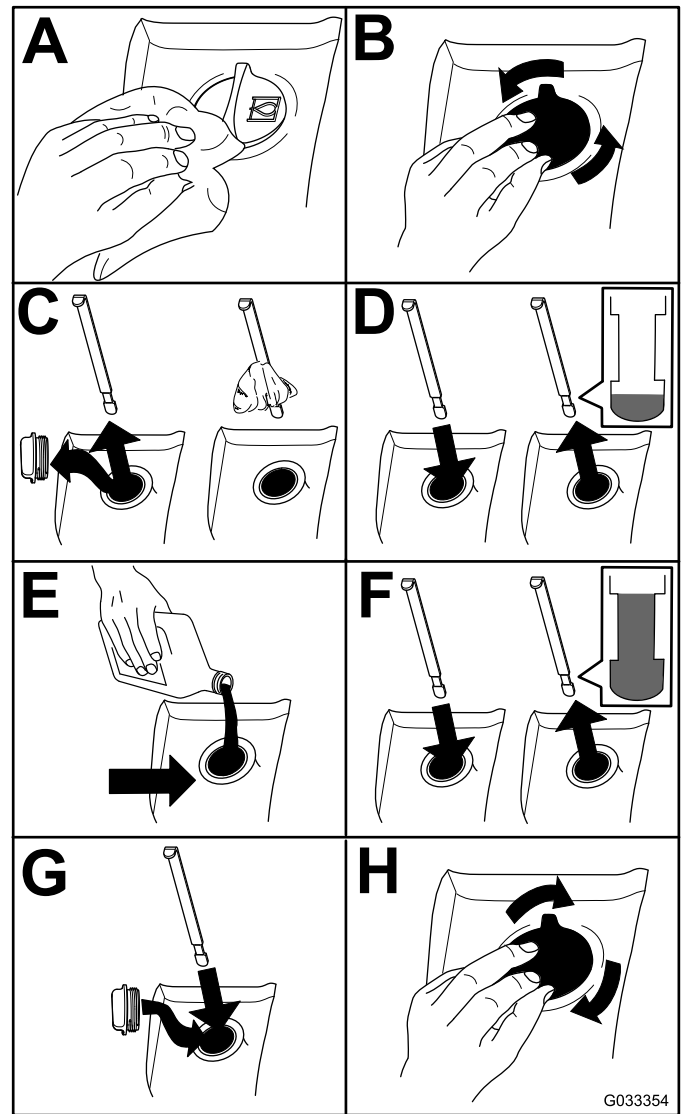

Figura 75
2. Verifique o nível de fluido hidráulico (Figura 75).